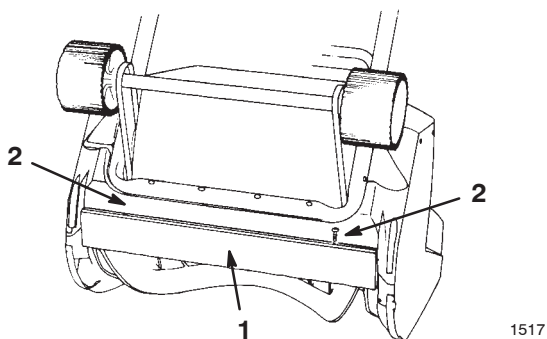

Figure 12
La lame racleuse est située au bas du carter de rotor, comme illustré à la Figure 12.
1. Enlevez les 2 vis de fixation de la lame racleuse sur la déneigeuse (Fig. 12).